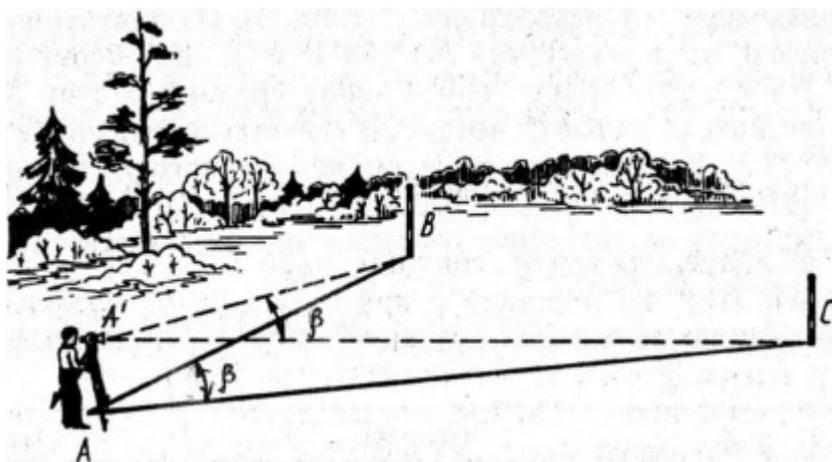

Рис.5. Измерение горизонтального угла
1.1. Горизонтальный угол β – это угол, образованный проекциями направлений $A'B$ и $A'C$ на горизонтальную плоскость, т. е. *линейный угол двугранного угла $A'AA$* . Это видно из рисунка измерения горизонтального угла на местности (рис. 5).